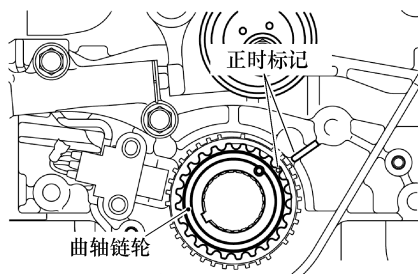

图 4-6 将第四缸设置于 TDC 位置
7) 顺时针转动曲轴一次, 然后将正时标记与曲轴链轮上的正时标记对齐。将第四缸活塞置于压缩行程上止点(TDC)位置, 如图 4-6 所示。